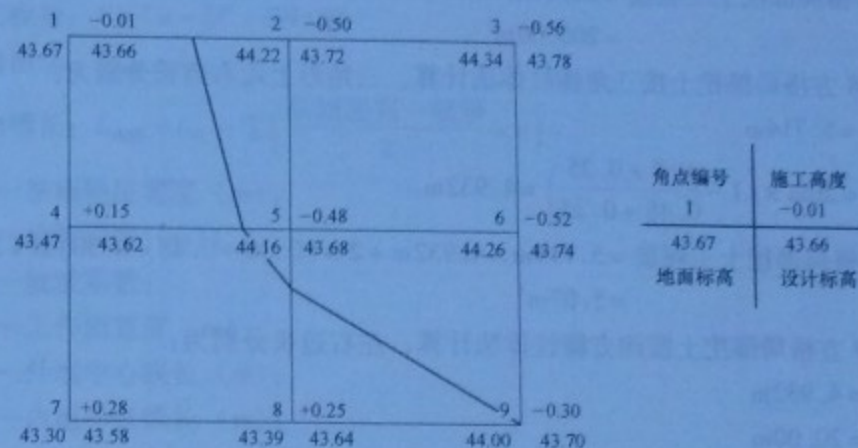

图1-10 某工程场地示意图
【例1-10】某工程场地平整,方格网边长确定为20m,各角点自然标高和设计标高如图1-10所示。土类为II类土(普通土),常年地下水位为-2.40m。计算人工开挖土方工程量。
2. 确定 $\pm 0.30m$ 线挖填找平超过 $\pm 0.30m$ 需按挖填土方计算,根据资料 $-0.30m$ 线,如图1-10所示。